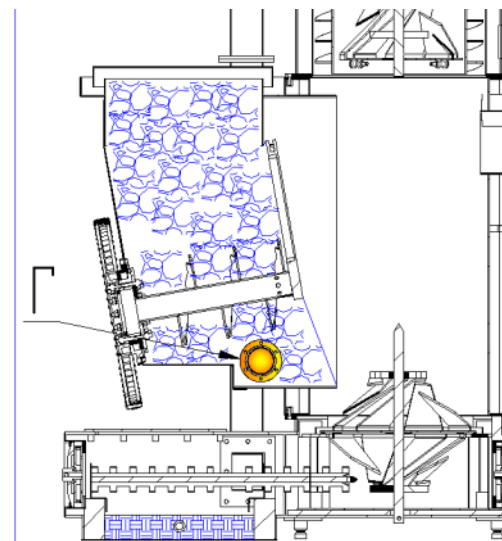

Рис.8
4. Включить электроподжиг «Г» (рис.8)